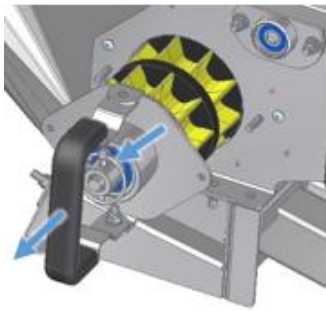

Abbildung 18
- Um die Säwelle und den Lagerflansch gleichzeitig entnehmen zu können, muss der Splint zwischen Säwelle und Lagerflansch eingesteckt bleiben (siehe Abbildung 18). Mit dem klappbaren Haltegriff kann man den Lagerflansch samt Säwelle komfortabel aus der Dosiereinheit ziehen. Minimale Auf- und Abwärtsbewegungen können diesen Prozess erleichtern.